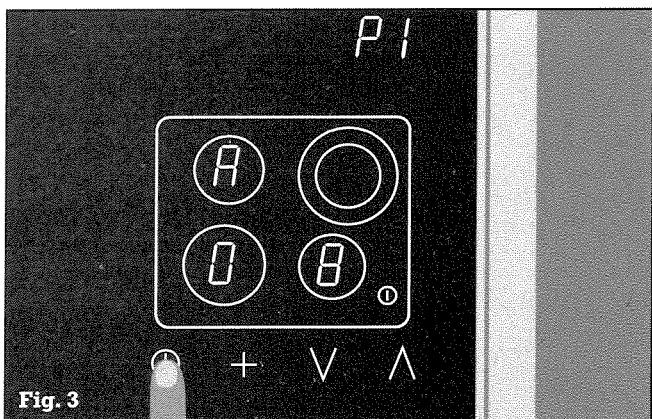

Fig. 3
- Digitate il simbolo del timer \odot per memorizzare il valore. L'apparecchio emette un segnale acustico e $P1$ resta acceso (fig. 3).